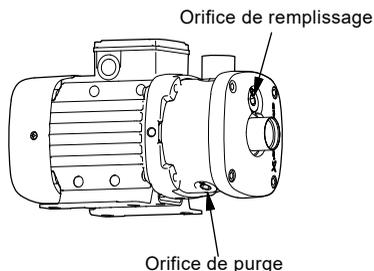

Fig. 10 Position des orifices de remplissage et de purge
3. Retirer le bouchon de remplissage. Voir fig. 10.